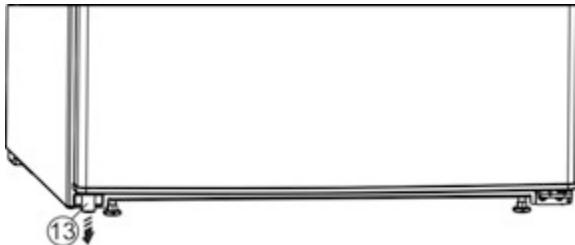

Fig. 5
- Дистаньтесь з дверцят розпірку Fig. 5 (13) внизу зліва.